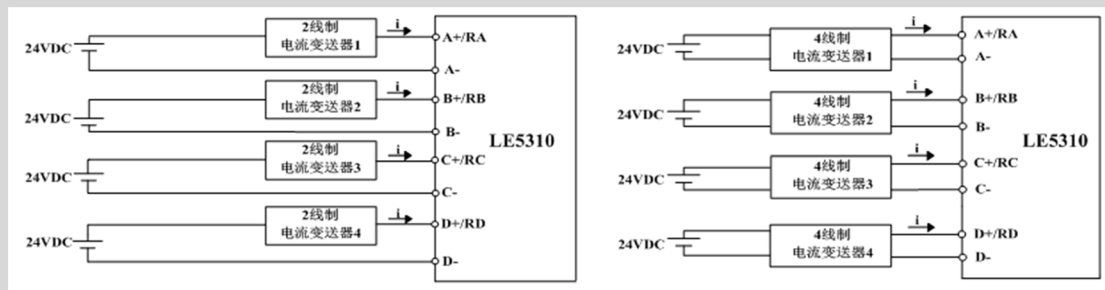

图 89 两线制与四线制回路图
- 图 89 为 2 线制和 4 线制电流变送器的连接方式，变送器由外部电源供电，也可以根据电源容量要求，选择使用 CPU 模块 24VDC 的输出电源。